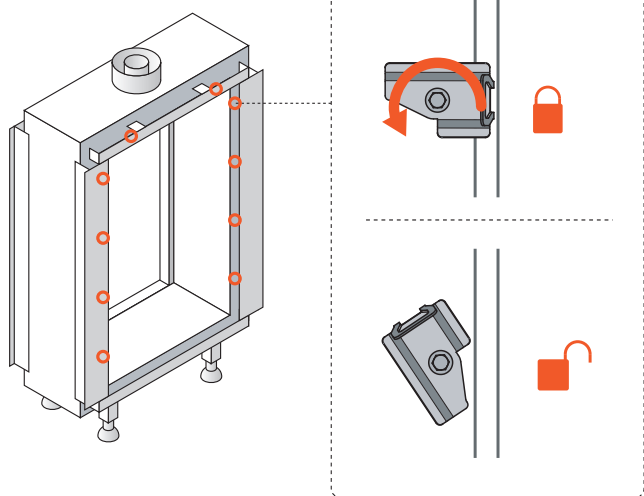
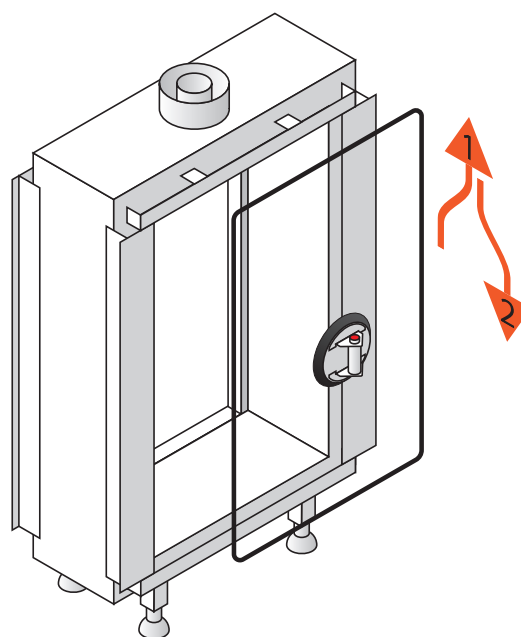
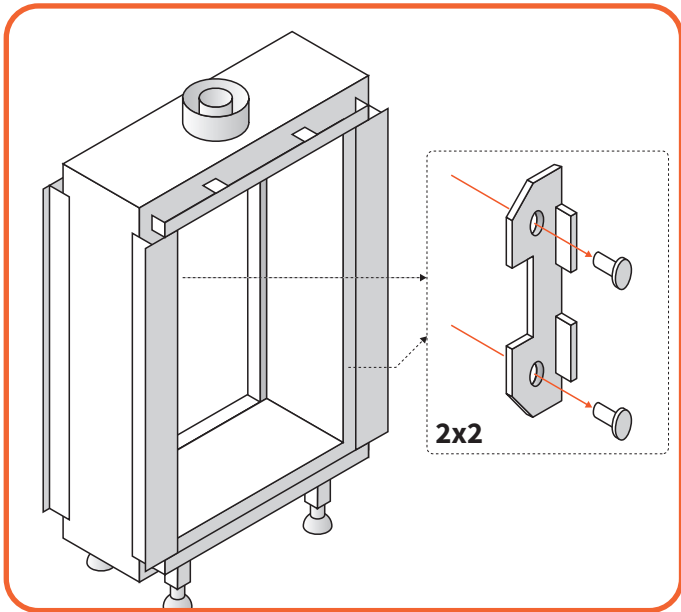

Abb. 9.8 Drehen Sie die klemmen, um das Glas zu lösen
Abb. 9.9 Herausnehmen der Frontscheibe
Abb. 9.10 Entfernen der Glasklemmen
- Bestimmen Sie, welche Art von Glasklemmen verwendet werden: Schraubklemmen - fahren Sie mit Abbildung 9.10 fort, oder federbelastete Klemmen – fahren Sie mit Abbildung 9.8 fort.
Wenn verschraubte Glasklemmen verwendet werden, fahren Sie mit Abbildung 9.10 fort
Wenn federbelastete Glasklemmen verwendet werden, fahren Sie mit Abbildung 9.8 fort
Die Zündflamme und das Thermoelement können über die Brennkammer erreicht werden. Erläuterungen finden Sie in Tabelle 9.1, Abbildung 9.9 und Abbildung 9.10.